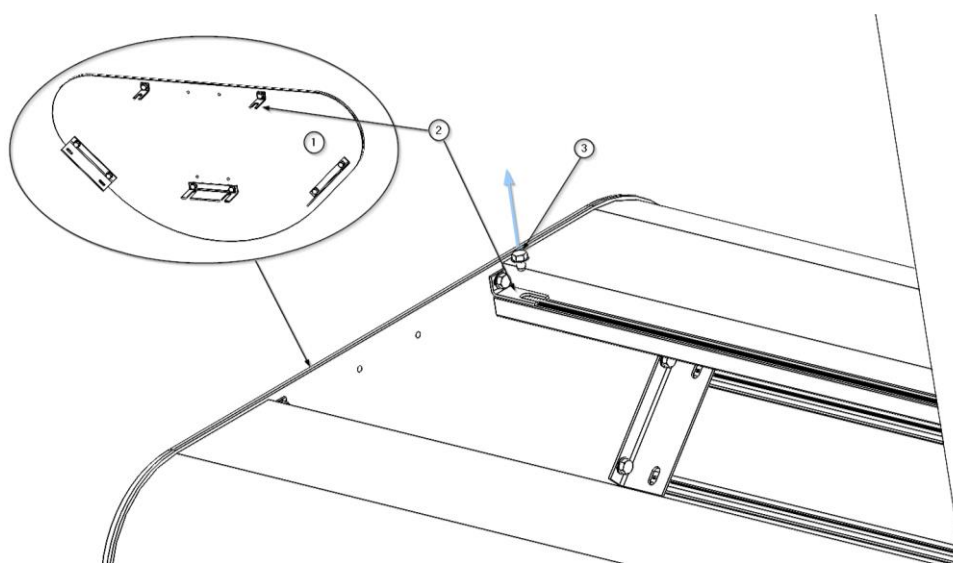

Fig. 42 Démontage/montage des embouts sur le corps principal de l'ARES
- À l'aide d'un outil hexagonal, retirez les 8 vis M4 x 6 ③ fixant les 5 brides latérales ② de la paroi latérale ①, comme le montre la figure 42.
- Retirez avec précaution le panneau latéral ① et placez-le dans un endroit sûr.
- Fixez d'abord le capuchon d'extrémité ① en soutenant les languettes latérales ② dans les fentes filetées du corps principal et fixez-le avec les 8 vis M4 x 6 ③.
- Vérifiez que la paroi latérale ① est correctement fixée.